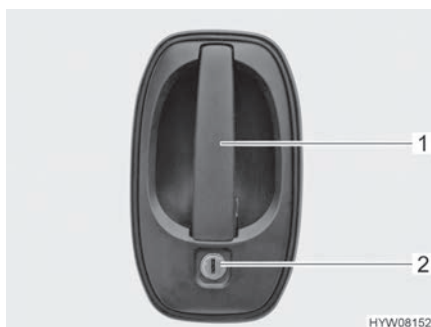

Fig. 52 Serratura della porta (porta conducente/porta di ingresso, lato esterno)
- Inserire la chiave nel cilindro della serratura (Fig. 52,2) e ruotare fino a quando la serratura della porta si sblocca.
- Tirare la maniglia della porta (Fig. 52,1). La porta è aperta.
- Inserire la chiave nel cilindro della serratura (Fig. 52,2) e ruotare fino a quando la serratura della porta si blocca.